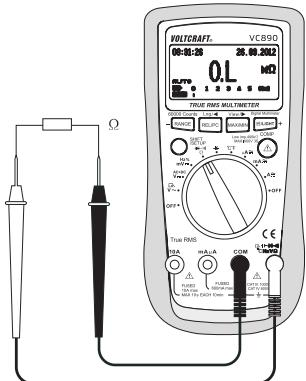

Fig. 5
2. Insérez le cordon de mesure rouge dans la douille de mesure °CHzV Ω (7), le cordon de mesure noir dans la douille de mesure COM (8) (Fig. 5).